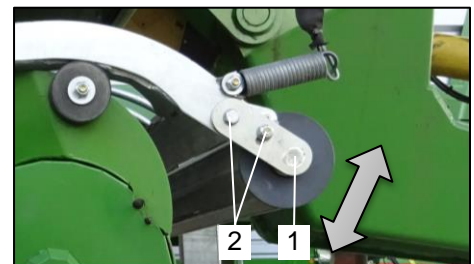

Bild 20: Neigungswinkel
Der Neigungswinkel der Schwadrolle (Bild 20 / Pos.1) kann angepasst werden. Hierbei muss wie folgt vorgegangen werden:
- Die Muttern (Bild 20 / Pos.2) auf beiden Seiten lösen.
- Die Schwadrolle (Bild 20 / Pos.1) im Langloch verstellen.
- Die Muttern (Bild 20 / Pos.2) auf beiden Seiten festziehen.